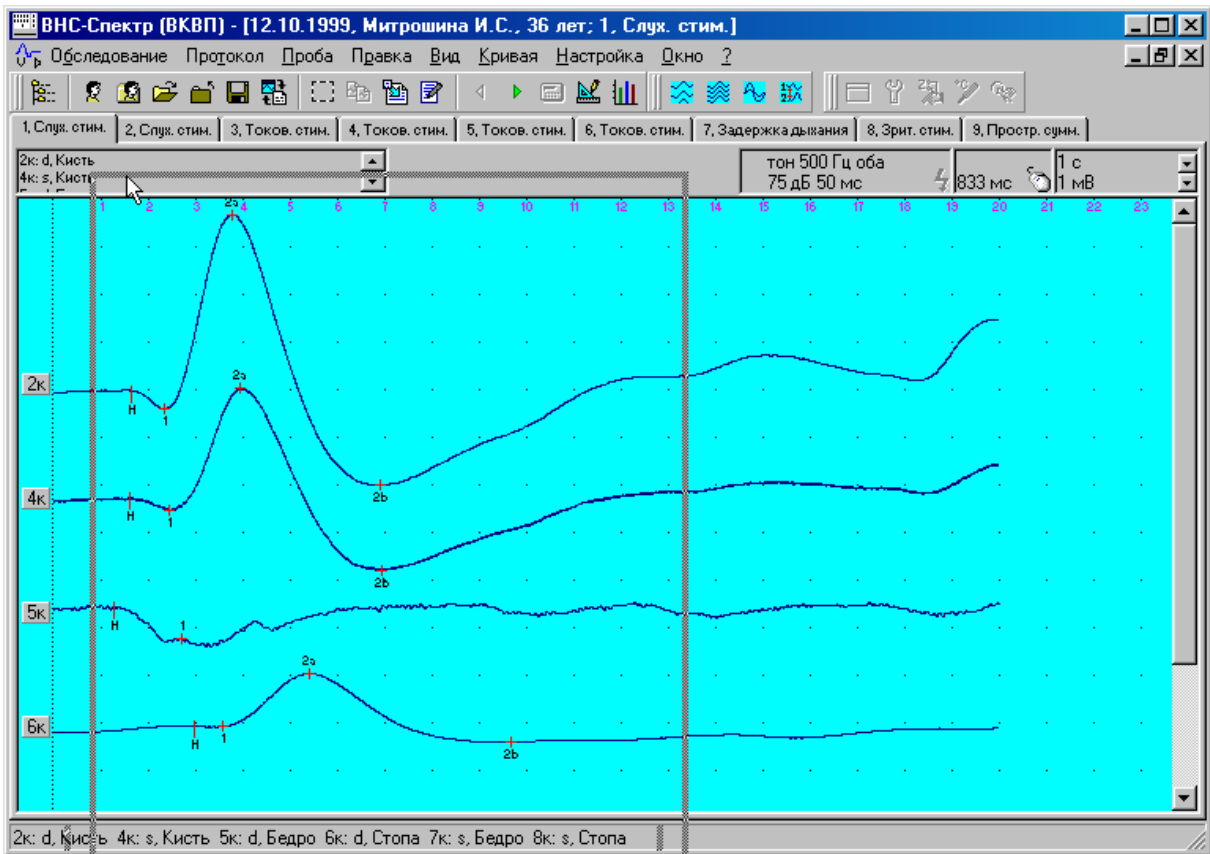

Рис. 3.20
- нажмите левую кнопку мыши и, не отпуская ее, перемещайте мышшь (Рис. 3.20);